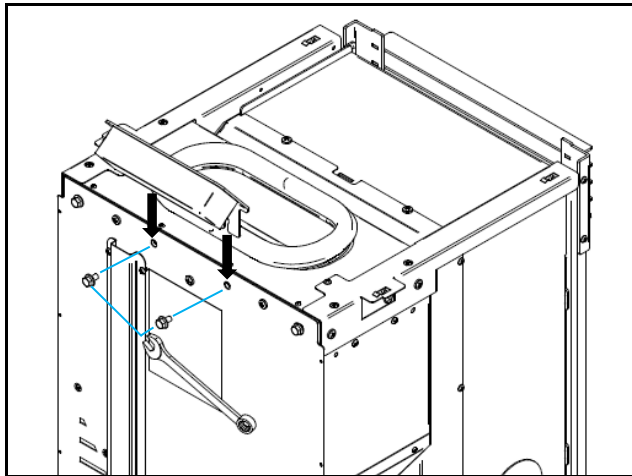

Figura 21 - Colocación del display
a) Colocar el display que se encuentra dentro del tanque de *pellets* en la parte posterior de la máquina como se muestra en la Figura 21. Para llevar a cabo esta tarea es necesario aflojar ligeramente los tornillos situados en la parte posterior. Al apretar el display puede ser necesario hacer un ajuste en altura.